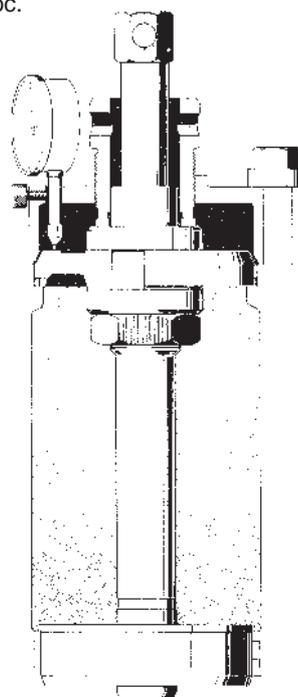

Fig. 61. Outil pour la remise à neuf du logement de chemise
3. Monter les joints toriques d'étanchéité inférieure de la chemise et placer la guide de l'outil de fraisage dans le logement de chemise, voir la figure 61. Veiller à ce que la collerette du guide soit bien dégagée de la paroi intermédiaire dans le bloc.
5. Adapter un comparateur à cadran comme indiqué sur la figure 61 et visser vers le bas la douille d'alimentation de manière à ce qu'elle appuie légèrement sur la fraise. Se servir d'une poignée en T (pas de poignée à cliquet) munie d'un nœud de cardan et d'une douille pour faire tourner la fraise. Tourner un peu la fraise de façon à ce que le rayon de congé, tout au fond dans le logement de chemise, soit éliminé. Vérifier que la douille d'alimentation s'appuie légèrement contre la fraise et mettre le comparateur à zéro. La mise à zéro et la lecture doivent se faire à la même position de la fraise. La « position de lecture » est indiquée de façon très nette à la face supérieure de la fraise, à côté du méplat, par une touche de peinture.